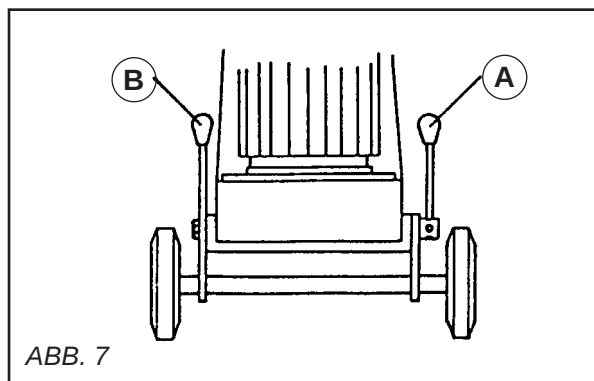

ABB. 7
Diese Position erhält man durch Lösen des Hebels (A) und nach vorn Ziehen des Hebels (B). [Siehe Abb. 7]
Diese Position erhält man durch Lösen des Hebels (A) und nach hinten Schieben des Hebels (B). [Siehe Abb. 7]